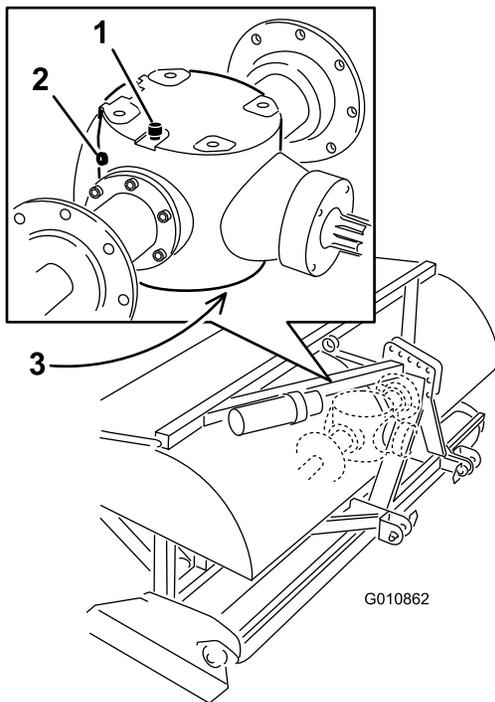

Bild 46
3. Entfernen Sie die Prüfschraube vom Getriebe (Bild 46).
4. Stellen Sie sicher, dass der Ölstand an der Unterseite des Prüfschraubenlochs im Getriebe liegt (Bild 46).
1. Wischen Sie Rückstände von der Entlüftungs-/Füllschraube und der Ablassschraube ab, um eine Verunreinigung zu vermeiden (Bild 46).